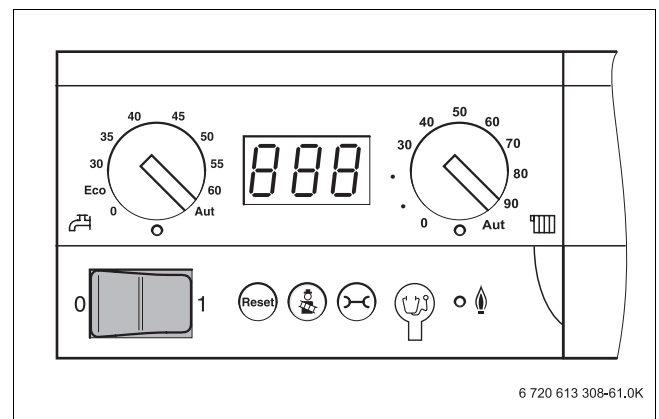

Bild 70 Basiscontroller Logamatic BC10
- Heizungsanlage am Betriebsschalter des BC10 ausschalten (→ Bild 70).